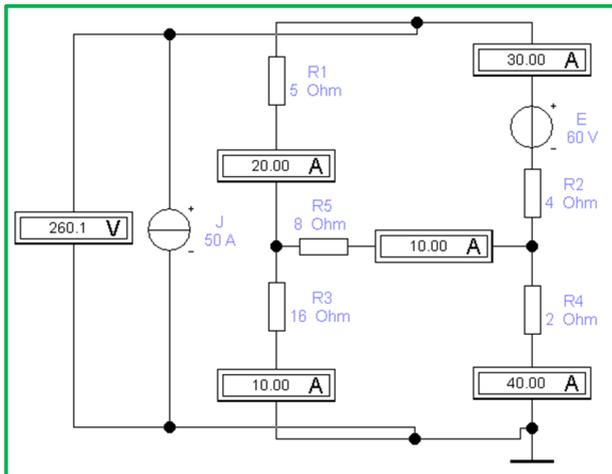

Рис. 36. Компьютерная модель расчетной электрической цепи
Соберем компьютерную модель расчетной электрической цепи в программе Electronics Workbench (рис. 36). Видно, что показания виртуальных измерительных приборов совпадают с результатами расчетов в формуле (62).